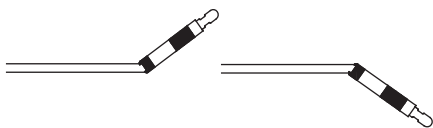

Рисунок 6
2. Затем выпрямите толкатель в исходное положение. Продолжайте сгибать и выпрямлять его, пока трубка толкателя не откроется и не появится расцепляющий элемент (см. рис. 6).